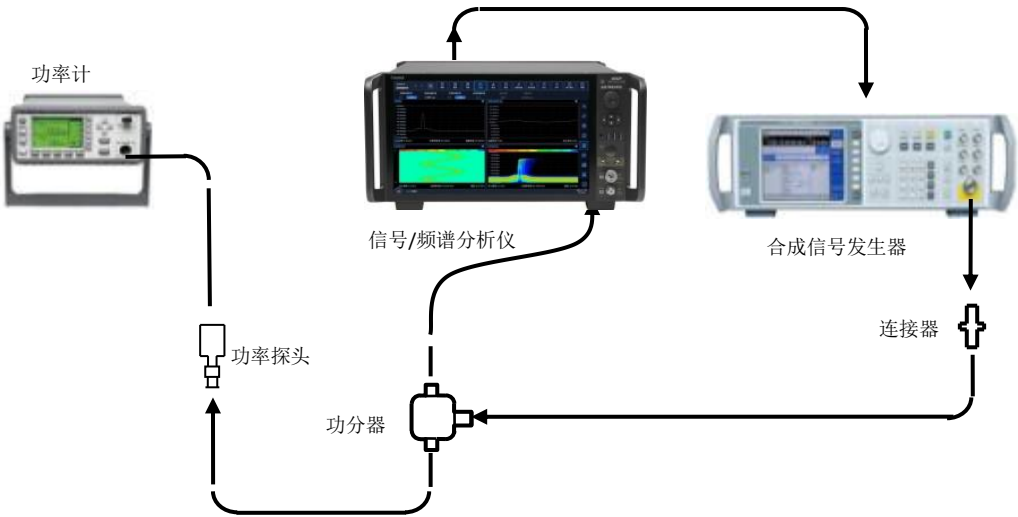

图 7.15 射频输入 1 频率响应测试示意图（100MHz ~ 50GHz）
- 1) 按照图 7.15 所示连接测试仪器，功分器的一端口与 4082 的射频输入 1 端口连接，4082 的 10MHz 参考输出为合成信号发生器提供 10MHz 的外部参考输入；